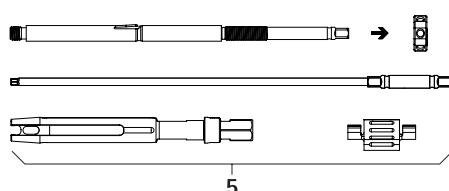

Fig. 3
- Desmontar la palanca de reposición percutánea 5, ver Fig. 3. Desmontarla completamente en su componentes y desenroscar la tuerca tensora.